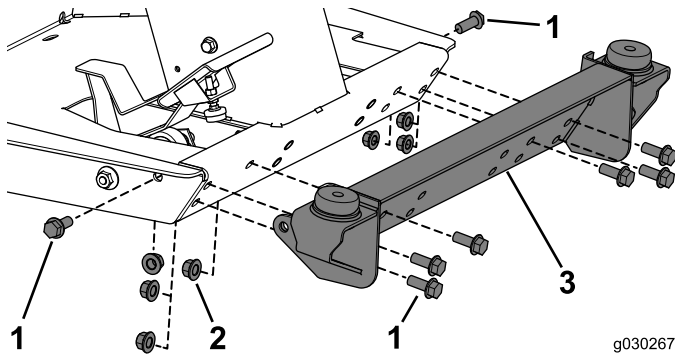

Figura 18
1. Fije el soporte delantero a la máquina con 8 pernos (1/2" x 1 1/4") y 8 contratuercas (Figura 18).